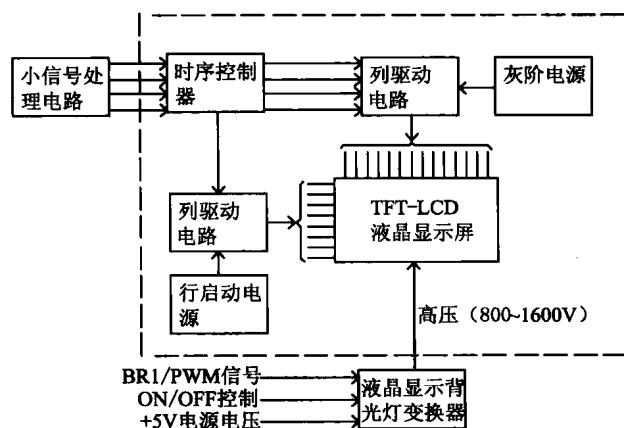

图1-2 液晶显示屏的显示原理方框图
(1) 驱动过程。在一个液晶显示屏中，左右两个电极是排列在液晶同一侧的，当没有施加电场时，所有的分子都指向同一方向。当在两个电极施加电场后，液晶分子的排列就马上改变。这个施加电场的过程就是对液晶显示屏的驱动过程。
(2) 驱动类型。根据液晶显示屏结构的不同，其驱动方式也不一样，可分为段电极驱动、无源矩阵电极驱动和有源矩阵电极驱动。
(3) 基本原理。液晶显示屏的显示原理可用图1-2所示的方框图来表示。液晶显示屏的逻辑板电路是装在屏体的内部，它包括时序控制电路、行驱动电路、列驱动电路、灰阶控制等。
图1-2所示的虚线框内是显示屏屏体内部电路方框图。小信号数字电路送来的数字图像信号，经接口电路进入液晶显示屏体内部的逻辑控制电路（时序控制器），经过运算处理后。转换为液晶平板显示器矩阵显示所需要的行、列驱动信号。一旦行、列有电压被加上，行和列在屏上的交点就会发光。数字的图像驱动信号加到液晶显示屏的行和列驱动电极上，图像就可以在屏幕上形成。
对于液晶显示屏的液晶片损坏是不能维修的，内部的（图1-2所示的虚线框内）时序控制器、行/列驱动电路等损坏（故障率极低），一般的维修人员进行检修难度较大。而高压背光板完全可以进行修理，而且高压背光板也是比较容易出现故障的部位。